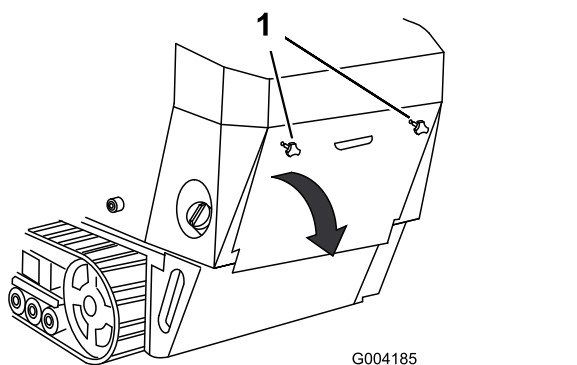

Figure 25
- Dévissez les 2 boutons à tige filetée qui fixent le couvercle d'accès arrière à la machine (Figure 25).
- Basculez le couvercle d'accès arrière vers le bas et déposez-le pour accéder aux composants internes (Figure 25).